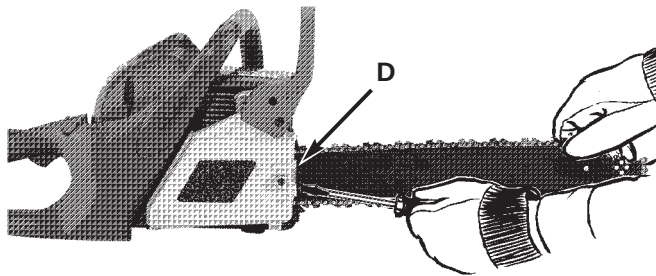

Fig. 22
1. Afloje la tuerca de la barra, sostenga la nariz de la barra guía hacia arriba y dé vuelta al tornillo de ajuste (D) en DIRECCIÓN DE LAS MANECILLAS DEL RELOJ para incrementar la tensión de la cadena. Dando vuelta al tornillo en DIRECCIÓN CONTRARIA DE LAS MANECILLAS DEL RELOJ reducirá la suma de la tensión de la cadena. Asegúrese que la cadena se amolde ordenadamente todo el camino alrededor de la barra (Fig. 22).